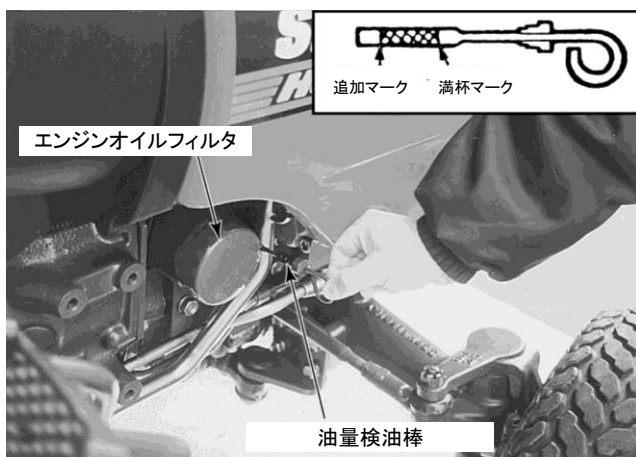

図48 エンジン油量検油棒とフィルタ
1. トラクタが停車した状態で、エンジンが停止してしばらくした後、検油棒で油量をチェックしてください(図48)。
2. 受け皿ををフィルタの下において、オイルフィルタを弛め(図48)使用済みオイルを受けてください。フィルタは廃棄してください。